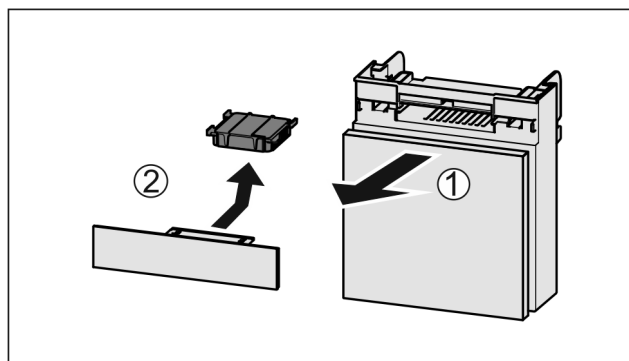

Fig. 175
- ▶ Вытянуть Fig. 175 (1) отделение движением вперед.
- ▶ Извлечение Fig. 175 (2) фильтра с активированным углем.